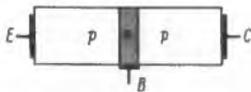

Bild 2. Gezogener Flächen-transistor
2. An den 1951 geborenen Gezogenen Transistor (rate grown transistor; Bild 2), den ältesten und zugleich zählebigsten Flächen-transistor. Er hat einen jüngeren Bruder (grown diffused transistor), bei dessen Herstellung das Stufenziehen mit einem Diffusionsvorgang verknüpft wird.